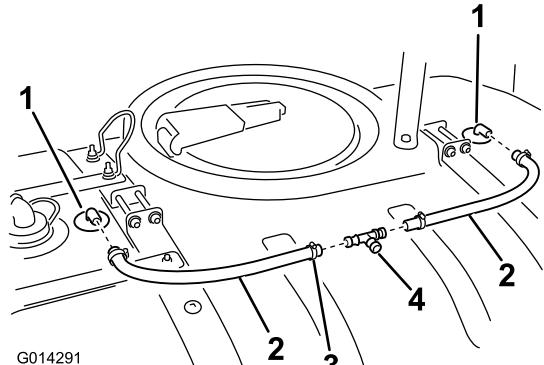

図21
- 各ホースの端部にクランプを取り付ける図21。
- すすぎノズルのバーブにホースを接続する図21。
- 先に取り付けたすすぎノズル用ホースの、開放側端部に字フィッティングを取り付ける図21。